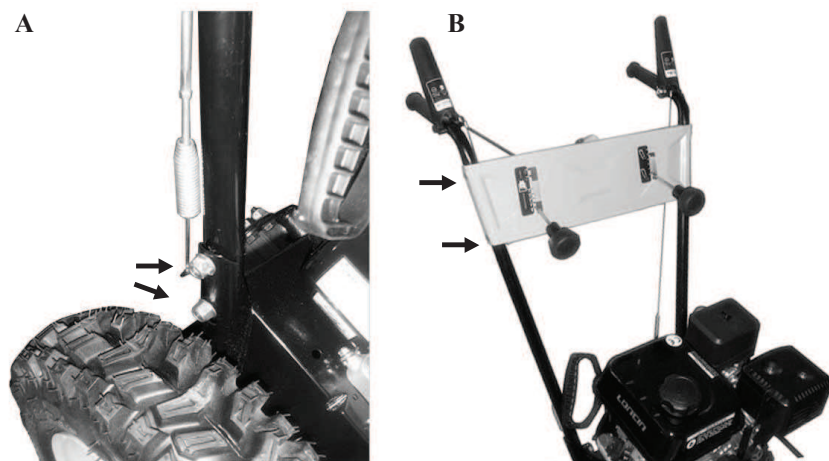

рис. 2
- закрепите рукоятку управления при помощи четырёх шестигранных болтов (по два болта с каждой стороны) (рис. 2 А).
- с помощью 2 болтов закрепите с каждой стороны планку на верхней части рукоятки (рис. 2 В).